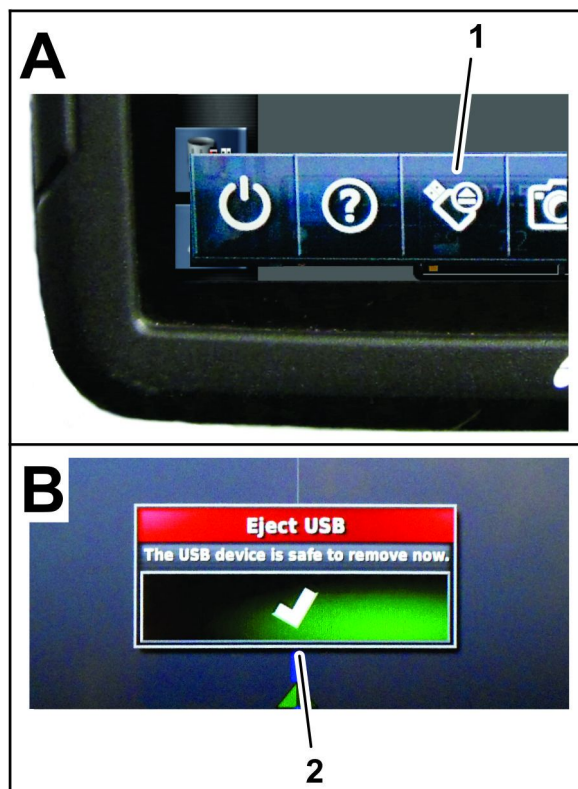

Figura 23
4. En la parte inferior de la pantalla de la consola de control, deslice hacia arriba para tener acceso a la barra de menús flotante (Figura 23).
5. Pulse el icono Expulsar USB (Figura 23).
6. En el cuadro de diálogo Expulsar USB, pulse el icono Confirmar y retire el dispositivo de almacenamiento USB de la consola de control (Figura 23).